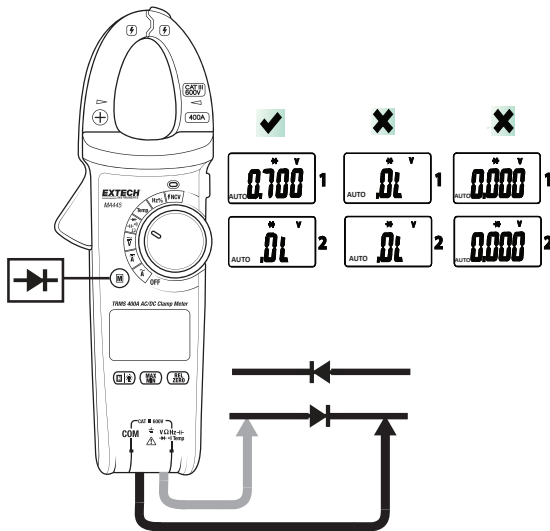

Fig. 10 – Test del diodo
3. Inserire la spina a banana del puntale di test nero nel jack negativo (COM) e inserire la spina a banana del puntale da test rosso nel jack positivo (V). Si veda la Fig. 10.